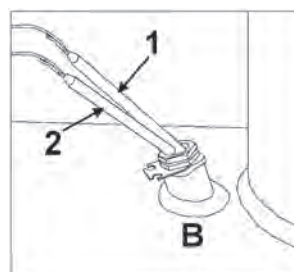

Fig. 16 - Alojamiento B
Poner en el alojamiento "B" (Fig. 16) el bulbo del termostato 1a etapa (1) y el del termostato 2a etapa (2).